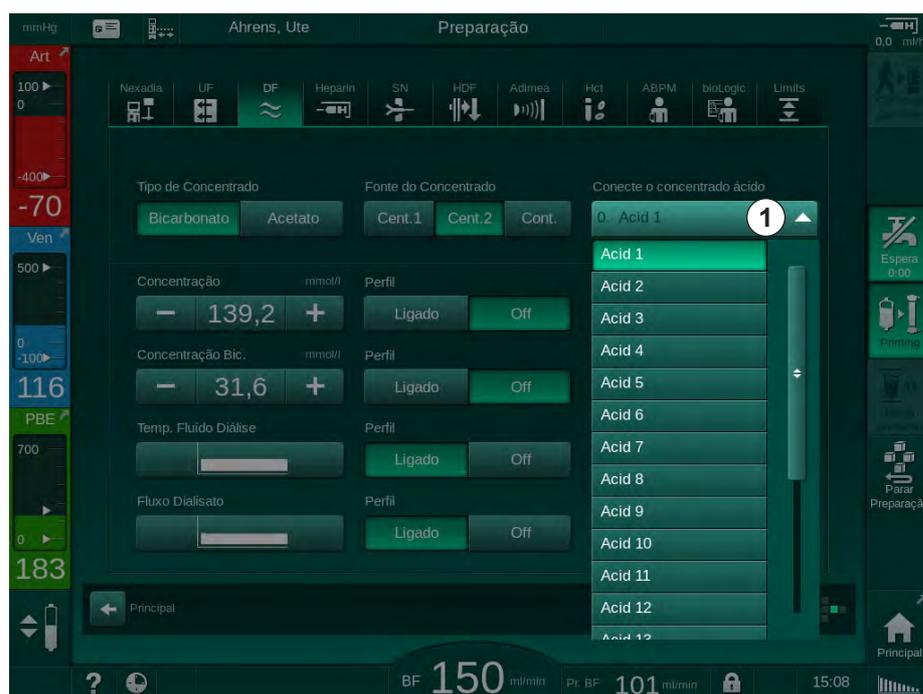

Fig. 5-18 Parâmetros DF no Modo mmol
Caso a configuração mmol/l tenha sido selecionada para a condutividade no modo TSM, um campo adicional com o nome do concentrado selecionado é exibido (Fig. 5-18, ①). Ao tocar nesse campo, uma lista com todos os concentrados disponíveis será exibida. Até 20 ácidos e 10 acetatos podem ser selecionados.